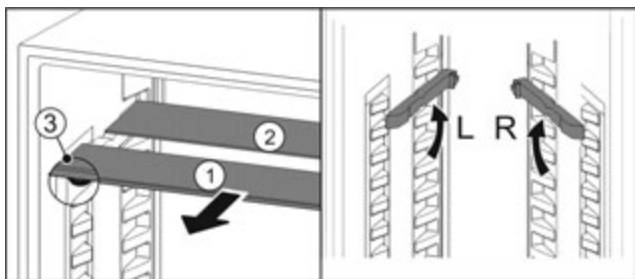

Fig. 85
- Посуньте Fig. 85 (1) скляну панель вперед.
- ▷ Складна панель Fig. 85 (1) з декоративною планкою лежить спереду.
- ▷ Стопори Fig. 85 (3) показують вниз.